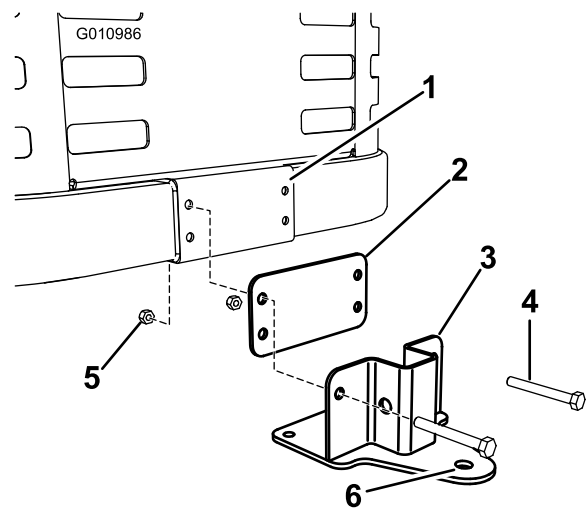

Figura 3
1. Tra le parti sciolte, individuate la piastra distanziatrice e la staffa di supporto del telaio del sistema di raccolta. Montate la piastra e la staffa sul telaio della macchina come illustrato nella Figura 3. Assicurate la